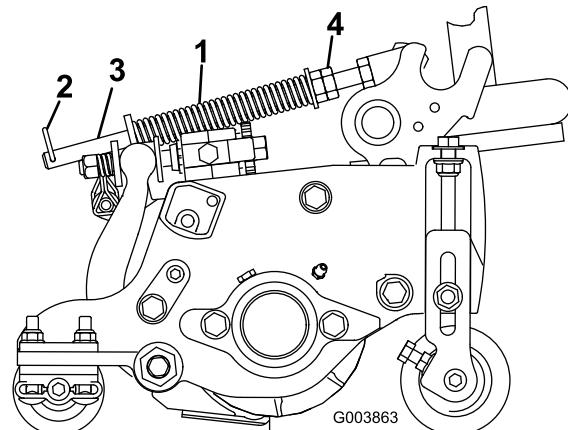

Figura 21
2. Apriete las tuercas hexagonales del extremo delantero de la varilla del muelle hasta que la longitud comprimida del muelle sea de 15,9 cm (Figura 21).
1. Asegúrese de que el pasador de horquilla está instalado en el taladro del extremo de la varilla (Figura 21).